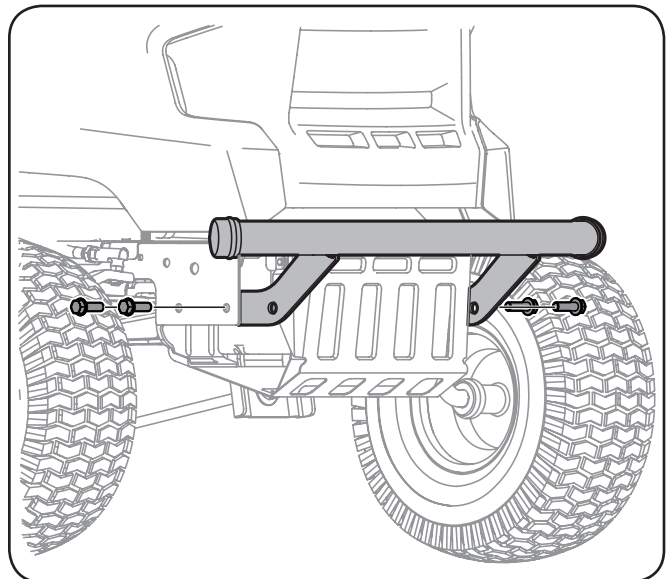

Figura 3-9
2. Coloque los soportes del paragolpes *adentro* del chasis del tractor y fíjelo en su lugar con los cuatro tornillos hexagonales con reborde. Consulte Figura 3-9.